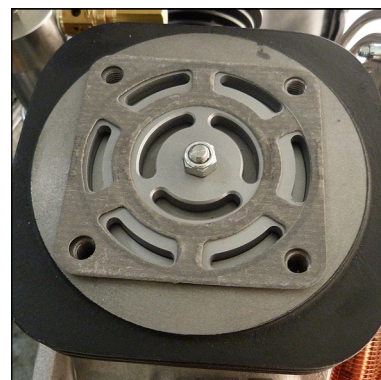

Abb. 4 - Obere Ventildichtung ausgerichtet auflegen
- Neues Saug- / Druckventil in Zylinder einsetzen und Obere Ventildichtung (Papierdichtung) ausgerichtet auflegen (Abb. 4).